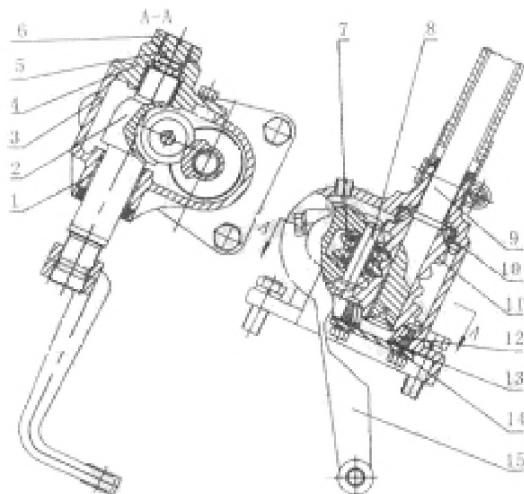

Рисунок 4-24. Глобоидный червяк и роликовое рулевое управление.
Ведущая часть глобоидного червяка и роликового рулевого управления (рисунок 4-24) – это прессовая посадка на червяке, созданная вогнутой аркой на нижнем конце рулевого вала (9). Червяк, созданный вогнутой аркой, называется шаровым червяком (11). Чтобы избежать осевых движений, нижняя часть червяка заклепана. Конические поверхности двух концов червяка поддерживаются в картере двумя коническими подшипниками 977907 (10) и 977907 K (12), которые не имеют внутренних колец. Зазор посадки конических подшипников может быть отрегулирован шайбами (13) на нижней крышке (14). Ведомый ролик (7) установлен в «U»-образном пазу вала рулевой сошки (2) и соединен роликовым валом (8). Два конца вала заклепаны. Левый конец вала рулевой сошки поддерживается в рычажной втулке (1) картера. Другой конец поддерживается в рычажной втулке боковой крышки (4) и вставлен в паз регулировочного винта (5). Поверните регулировочный винт для передвижения рулевой сошки влево или вправо, для регулировки зазора между роликом и червяком.